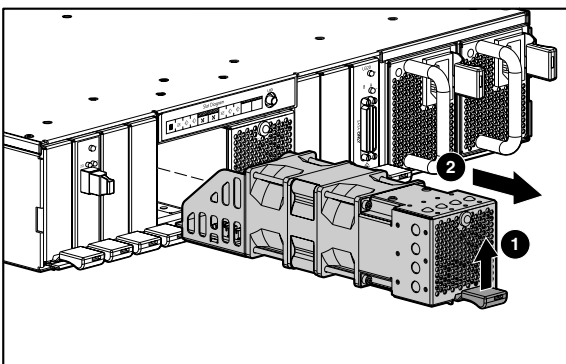

図 3: ファンモジュールの取り外し
1. 図 3 に示すように、赤紫色のファン モジュール ラッチ ① を持ち上げ、エンクロージャ ② からファン モジュールを引き抜きます。